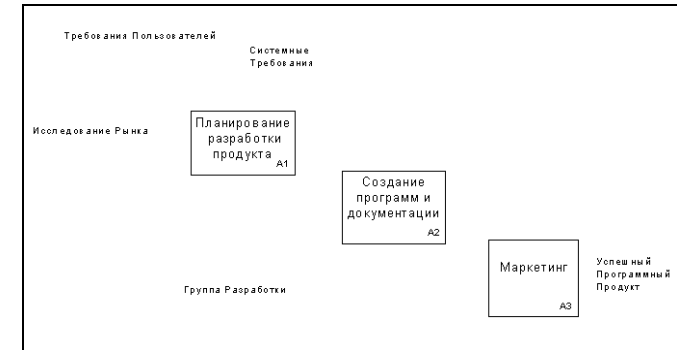

Рисунок 2.5 - Создание и размещение трех IDEF - блоков на странице
- * Впишите в A3: «Маркетинг» (рисунок 2.5).